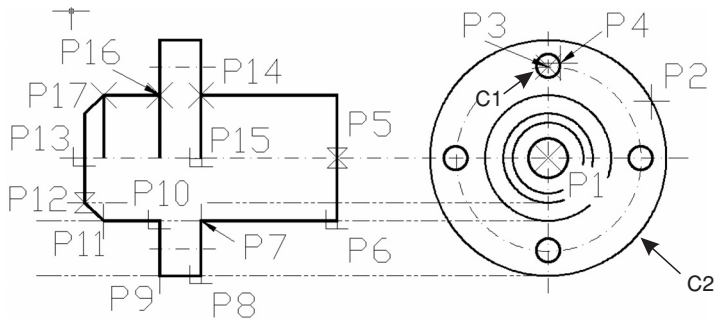

Fig. 6.26 Exercițiul 6.7 – pasul 2
- Pasul 2. Setând stratul **Contur** ca strat curent, se trasează conturul exterior, ca în Fig. 6.26.